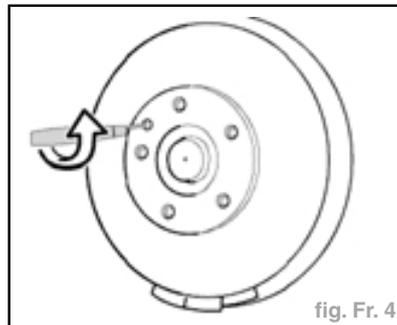

fig. Fr. 4
- Déposer la vis et retirer le disque (fig. Fr. 4).